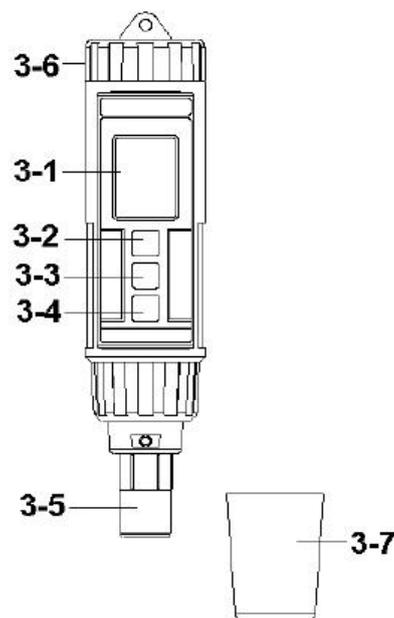

Fig. 1
1. Enlever le couvercle de protection (3-7, Fig 1) de la tête de sonde (3-5, Fig 1)
2. Allumer l'appareil (3-2, Fig 1)
3. L'écran (3-1, Fig 1) affiche le pourcentage d'oxygène et la température (21,4 %O₂ et 26,4 °C sur l'exemple) comme ci-après :
5. Appuyer sur le bouton HOLD (3-3, Fig 1), l'écran (3-1, Fig 1) affiche l'indication HOLD. Puis appuyer sur le bouton REC (3-4, Fig 1), l'écran affichera CAL / 30 :
2. Maintenir appuyer le bouton unités (3-3, Fig 1) 2sec, l'indication à l'écran change de %O₂ à mg/l, maintenant l'appareil est prêt pour une mesure d'oxygène dissous
3. Immerger complètement la tête de sonde (3-5, Fig 1) dans la solution pour que le capteur réagissent à la compensation en température (Fig 2) * Pour que l'équilibre thermique soit atteint entre la sonde et la solution, attendre quelques minutes.
5. **Rincer le capteur avec de l'eau du robinet après chaque mesure. Installer le couvercle de protection (3-7, Fig 1) du capteur sur la tête de sonde (3-5, Fig 1)**
Pour changer l'unité : Ne pas exécuter la fonction d'enregistrement REC. Maintenir appuyer le bouton REC (3-4, Fig 1) au moins 2sec pour passer de l'unité °C à °F. Puis relâcher le bouton.
Pendant la mesure, Appuyer sur le bouton HOLD (3-3, Fig 1) pour figée la valeur courante. HOLD s'affiche à l'écran. Appuyer une nouvelle fois pour sortir.
Cette fonction enregistre les valeurs maximum et minimum. Appuyer sur le bouton REC (3-4, Fig 1) pour mémoriser les maximum et minimum. REC s'affiche à l'écran.
Appuyer à nouveau sur REC (3-4, Fig 1) pour afficher la valeur maximum. REC MAX s'affiche à l'écran.
Appuyer à nouveau sur REC (3-4, Fig 1) pour afficher la valeur minimum. REC MIN s'affiche à l'écran.
Maintenir appuyer le bouton REC (3-4, Fig 1) au moins 2sec pour sortir. L'affichage revient à la valeur courante.
2. Pour remplacer les piles, dévisser et enlever le couvercle de piles (3-1, Fig 1) et installer de nouvelles piles 4xAAA.
4. Réinstaller le couvercle de piles (3-1, Fig 1)